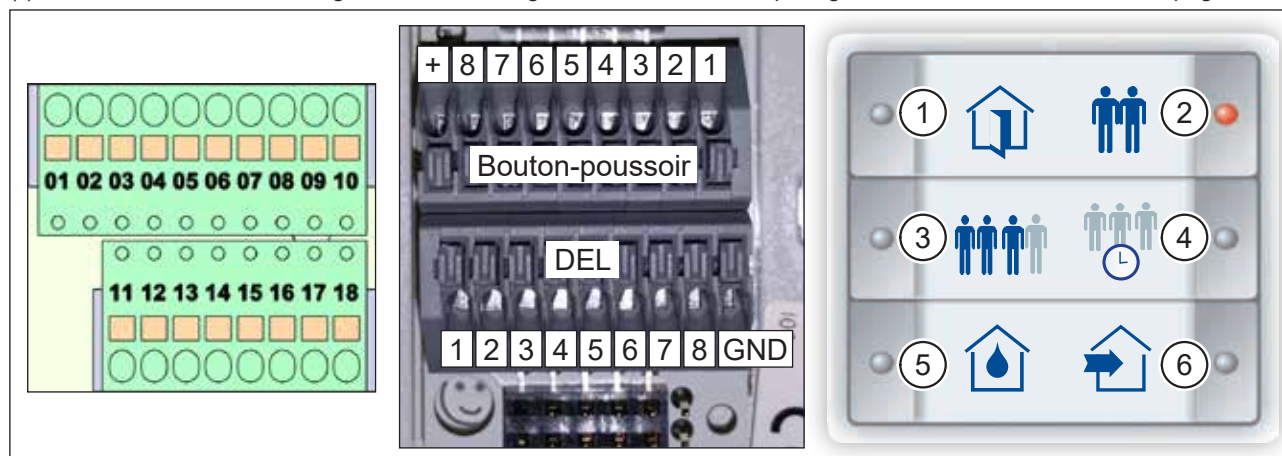

Fig. 28 : Borniers sur l'appareil d'aération, borniers du capteur à touche InControl, étiquette
- Après le câblage, posez l'étiquette (Fig. 28) dans le capteur à touche InControl.